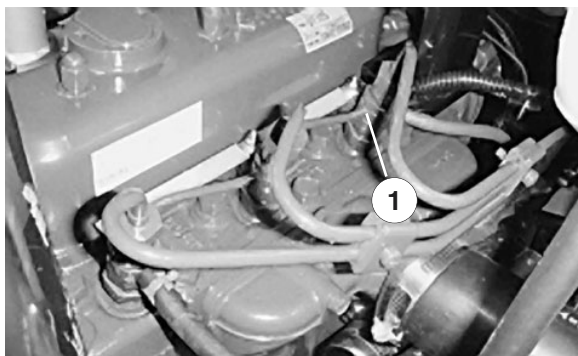

Figure 27
1. Desserrez le raccord entre l'injecteur N° 1 et le porte-injecteurs sur la pompe d'injection (Fig. 27).